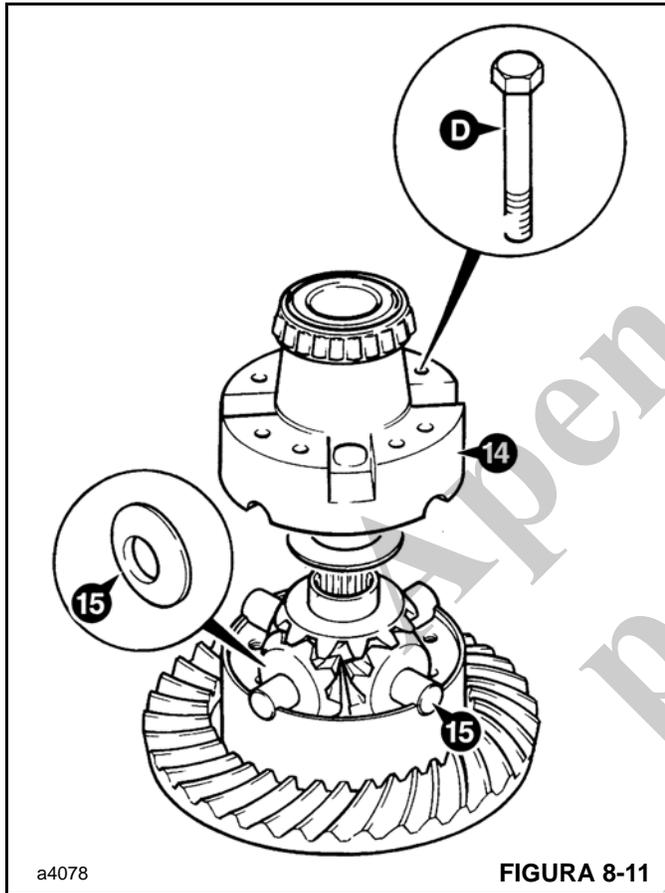

FIGURA 8-11
13. Para desmontar o conjunto do diferencial, primeiro remova os parafusos **D** (Figura 8-11).